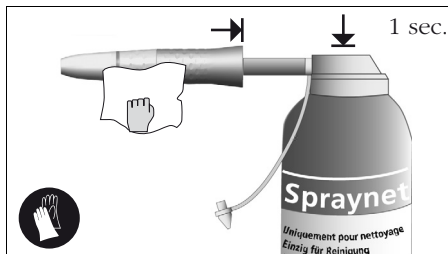

fig. 4
- Rocíe el interior y el exterior del instrumento fig. 4 para expulsar los residuos y limpiar las superficies escrupulosamente.
rocíe el interior del instrumento con Spraynet fig. 4 para eliminar inmediatamente el detergente y el agua de enjuagado y, de esta forma, evitar el deterioro y el bloqueo de las piezas internas. En caso necesario, séquelo con una toallita limpia.